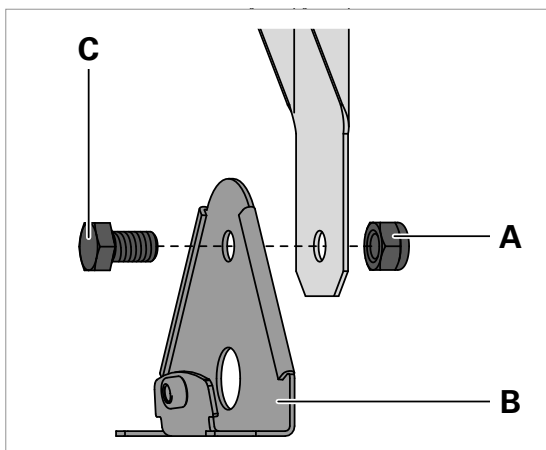

Fig. 5: Adapterblech montieren.
- ▶ Schrauben Sie das Adapterblech **B** mit der Sechskantschraube **C** und der Sechskantmutter **A** an die Innenseite der Halterung, siehe Fig. 5.